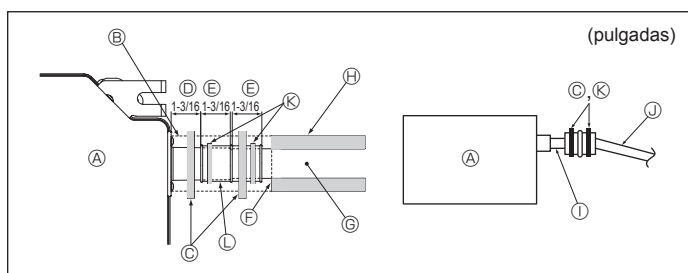

Fig. 6-2
1. Conecte el tubo de desagüe (suministrado con la unidad) al orificio de desagüe. (Fig. 6-2) (Sujete el tubo con un adhesivo de PVC y asegure la conexión con una abrazadera).